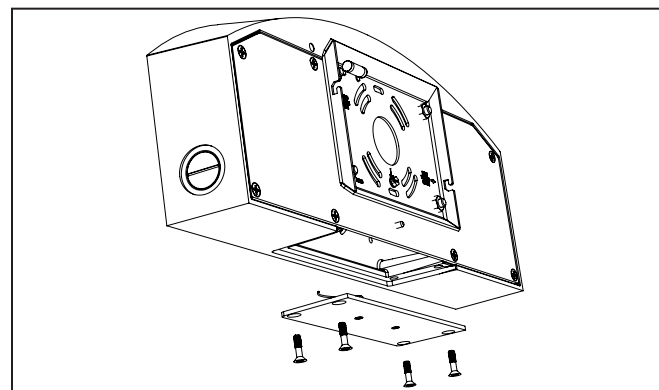

Figure 16.
6. Retirez la plaque de recouvrement inférieure, et les quatre (4) vis Phillips. (Figure 16)
9. Réinstallez la plaque de recouvrement inférieure. Serrez les vis à un couple de 2,6 Nm (20 pi-lb). (Figure 16)